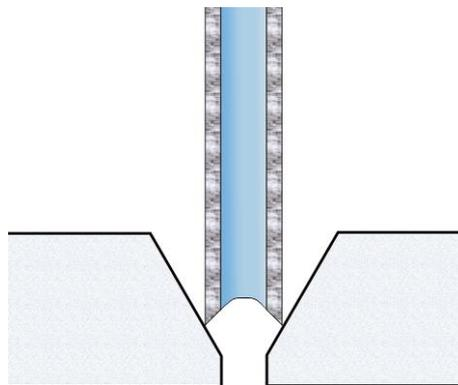

Рис. 3 - Опираие электрода на козырек
- Если ведется наплавка на плоскости, то предпочтение отдается технике сварки с опиранием торца электрода на «козырек» (см. Рис. 3), который возникает в процессе сварки. В этом случае, при подаче электрода рука сварщика опускается вертикально вниз, а величина угла